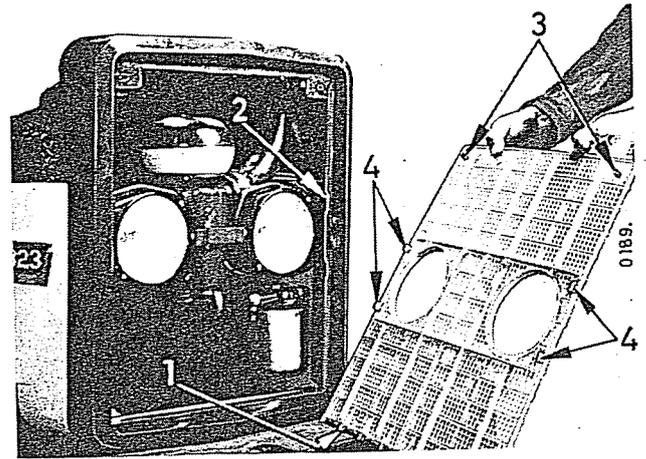

Fig. 30
La bonne accessibilité des organes essentiels du tracteur rend très rare la nécessité de démonter le capot moteur. La simple dépose de la grille de radiateur permet l'accès facile au filtre à air et aux phares (voir Fig. 30).
Pour déposer la grille, dégagez les vis de fixation (3, Fig. 30). A la remise en place, placez les ergots de retenue (1) derrière la nervure (2), pressez légèrement sur les crochets latéraux, puis resserrez les vis de fixation (3).
Déposez la grille de radiateur (Fig. 30). Dégagez les 3 crochets de la cuve et déposez la cuve du filtre à air. Retirez également l'élément filtrant et nettoyez-le au gas-oil ou au pétrole jusqu'à ce qu'il soit bien propre.